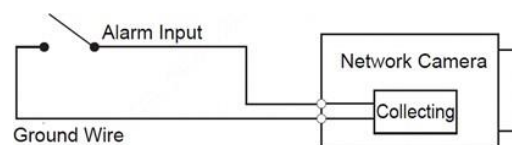

Figure 1-2 Entrée d'alarme
1. Connectez l'entrée d'alarme de l'appareil à l'entrée d'alarme du port E/S, voir la figure 1-2.